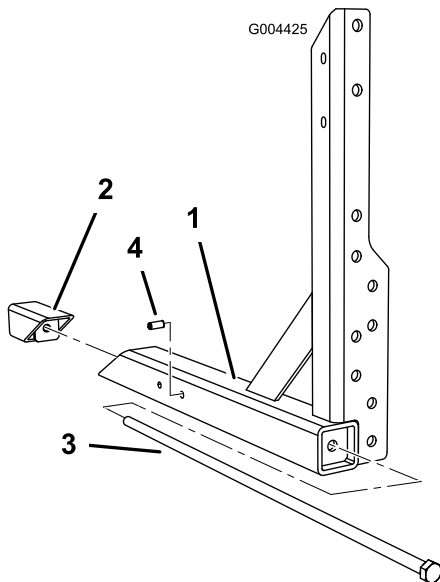

図 6
1. フレームボルトを、アップライトを通して、フレームウェッジに組み付ける 図 6。
2. マルチプロ 5700 の場合には、外側の穴(アングルサポートに近い方の穴)にロールピンを差し込む 図 6。